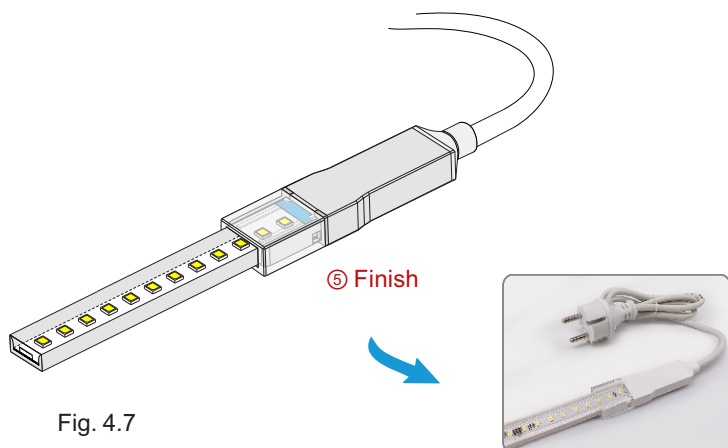

Fig. 4.7
- Fig. 4.7 — Montaje finalizado.